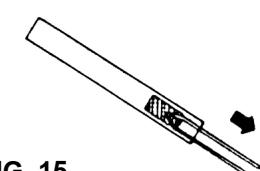

FIG. 15
5. Verwijder de oude filter en brena de nieuwe filter in (fig. 15 & 16).